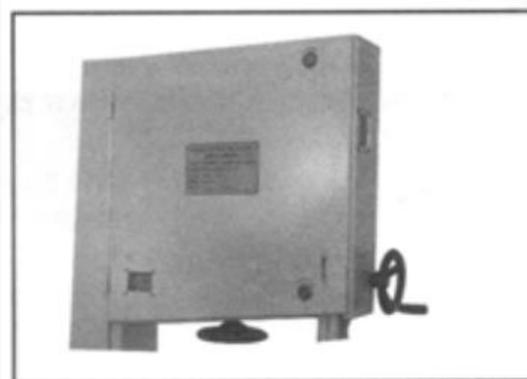

Рис. 1
**ВНИМАНИЕ!** Для обеспечения достаточной вертикальной устойчивости этой ленточной пилы и безопасности, необходимо прикрутить ее ленточную пилу к полу на винт M14. (рис.1)